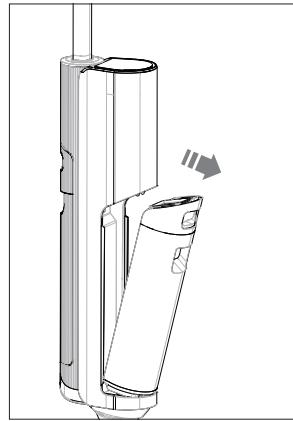

Abb. 8 – Wassertank entnehmen
- ▶ Fassen Sie in die Griffmulde des Schmutzwassertanks (7) und drücken Sie die Entriegelungstaste des Schmutzwassertanks (6) nach unten.
- ▶ Ziehen Sie den Schmutzwassertank aus dem Gerätetkörper heraus (**siehe Abb. 8**).